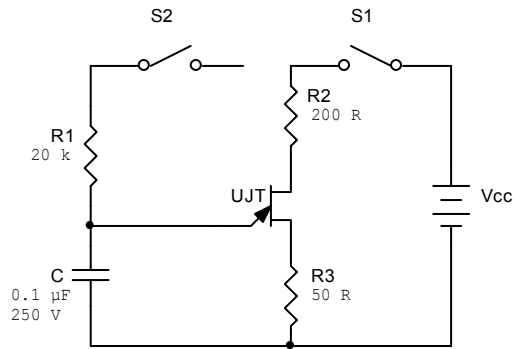

Figure 6-1 : Oscillateur à relaxation.
5. Montez le circuit de la figure 6.1.